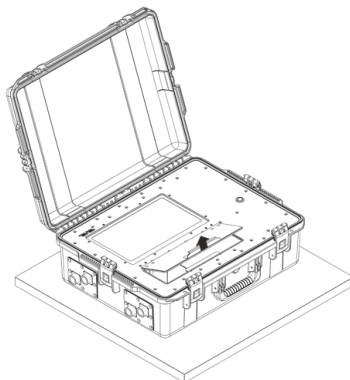

Рисунок 2
7.2 Откройте крышку кабельного отсека, потянув за рукоятку и извлеките кабель питания 220 В и мышь (рисунок 2).